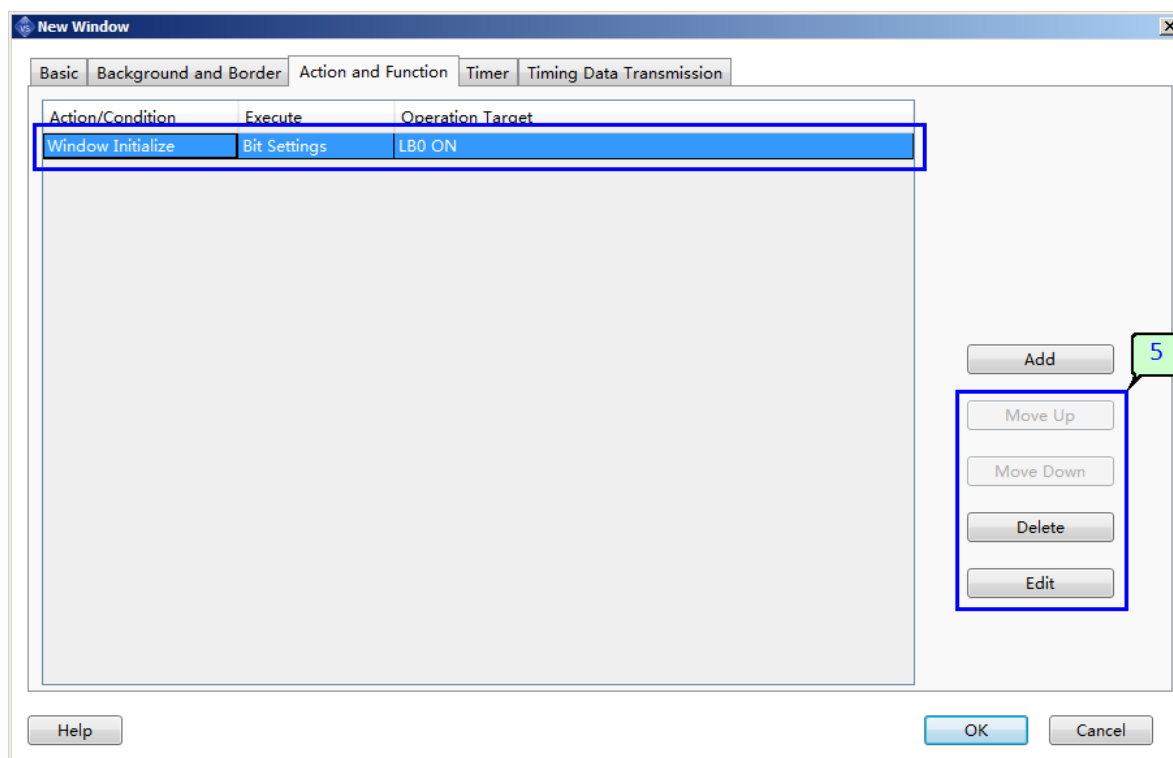

Рисунок 152 - Отображение нового действия
4. Нажмите "OK" для сохранения настроек. В списке должно появиться новое действие (рисунок 152).